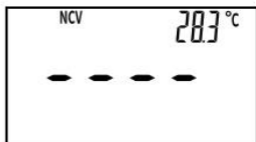

Figure 4
2. Déplacez le capteur NCV au niveau du repère "  " sur la mâchoire du compteur à proximité de l'objet à tester. Lorsque le compteur détecte un champ électrique généré par une tension alternative, la LED rouge du compteur clignote et le compteur indique l'intensité du champ électrique détecté. L'intensité du champ électrique détecté est indiquée par le nombre de segments du graphique à barres affiché au centre vertical de l'écran (voir Figure 4), la fréquence de clignotement de la LED rouge et la fréquence des bips du buzzer intégré. Plus l'intensité du champ électrique détecté est élevée, plus le nombre de segments du graphique à barres affichés à l'écran est important, plus la fréquence de clignotement de la LED rouge et la fréquence des bips du buzzer sont rapides.